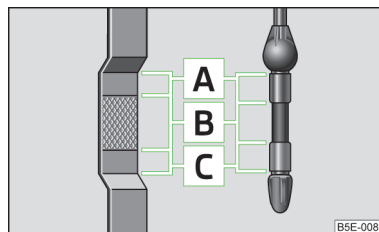

Fig. 164
- ¡Si el nivel de aceite se encuentra por encima de la zona A, » fig. 164 de la página 223  no seguir conduciendo! Parar el motor y recurrir a la asistencia profesional de un taller especializado.
La varilla de medición de aceite indica el nivel de aceite de motor » fig. 164.
El nivel de aceite no debe sobrepasar nunca la zona **A** » fig. 164. ¡Existe riesgo de daños en el sistema de gases de escape!